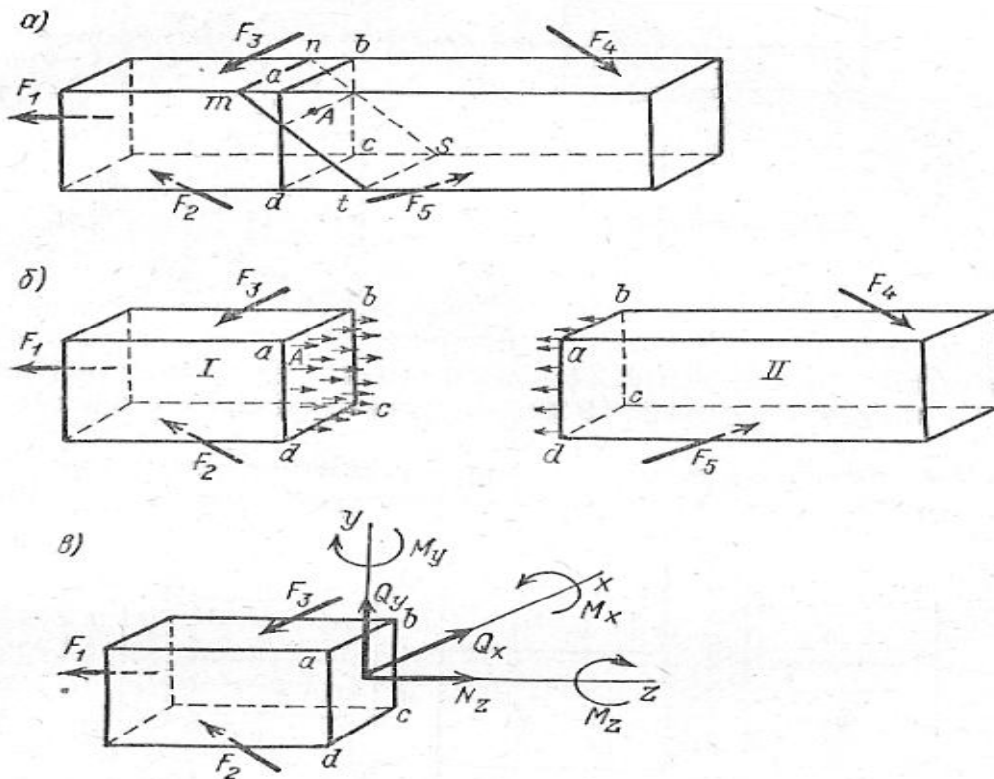

Рисунок 5
1. Мысленно провести сечение в интересующей нас точке конструкции или стержня (рисунок 5, а).
2. Отбросить одну из отсеченных частей (рисунок 5, б).
3. Заменить действие отброшенной части внутренними усилиями (рисунок 5, в).